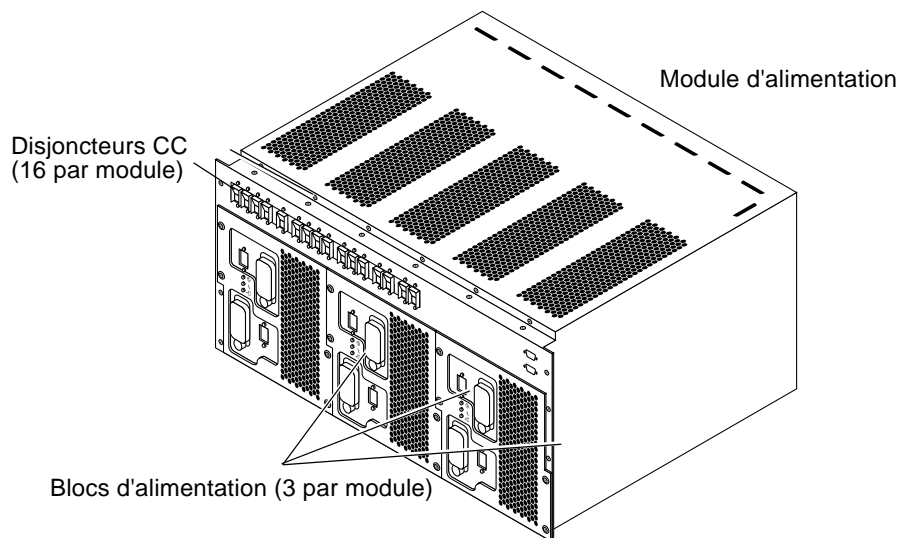

FIGURE 2-6 Disjoncteurs et blocs d'alimentation
2. Assurez-vous que tous les disjoncteurs CC à l'avant et à l'arrière des modules d'alimentation sont activés (position on), comme le montre la FIGURE 2-6.